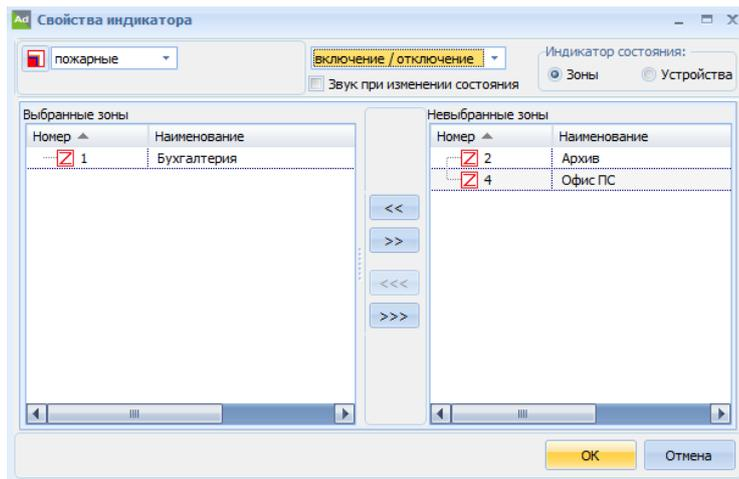

Рисунок 5.11 – Окно «Свойства индикатора», Зоны
4) В открывшемся окне «Свойства индикатора» выбрать, что будет привязано к данному индикатору – Зоны или Устройства, переключателем в правом верхнем поле (рисунок 5.11).